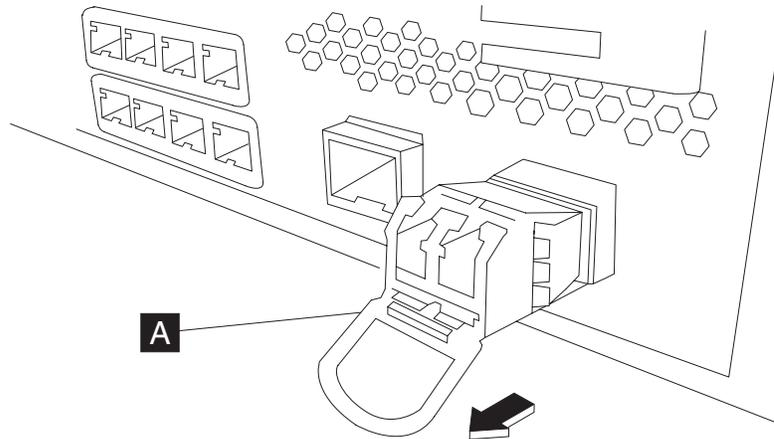

Figura 19. Retirada del transmisor/receptor SFP+
- Tire hacia abajo del mecanismo de cierre azul (**A**) situado en la parte frontal del transmisor/receptor, como se muestra en la Figura 19.